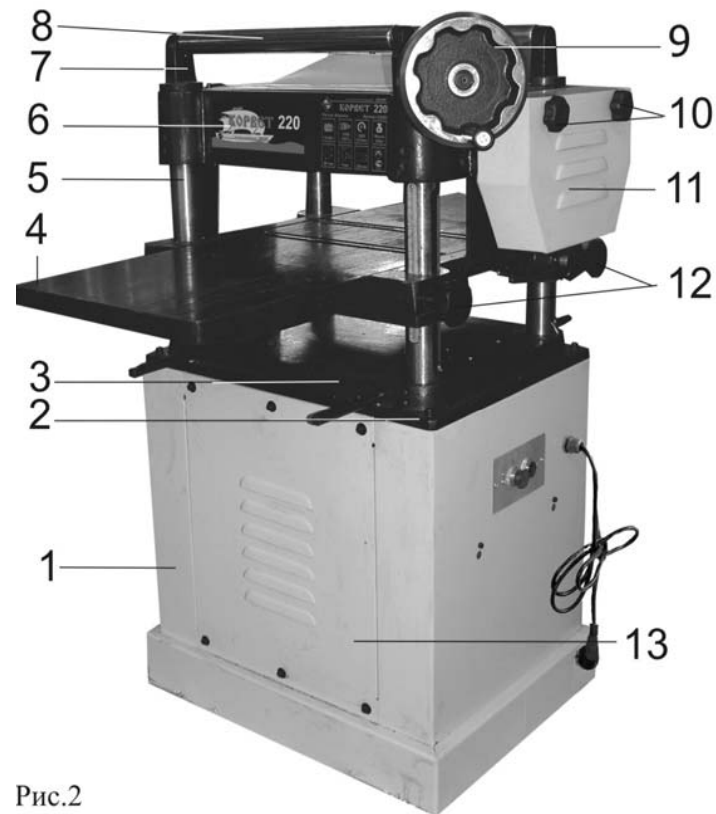

Рис.2
## 7. УСТРОЙСТВО СТАНКА (Рис. 2,3)
### 8.1. Установка станка (Рис.2)
8.2.5. Как показано на Рис.2, установите ручку (15) переключения скорости автоматической подачи заготовки.
10.1.2. Демонтируйте передний кожух (13), Рис.2, скрутите гайки (32) по винту (31) в крайнее нижнее положение. Гайками (33) произведите регулировку положения плиты (35) электродвигателя (34), тем самым перемещая нижний шкив (27) электродвигателя (34), который, в свою очередь, изменяет натяжение ремней передачи (29). Чрезмерное натяжение может привести к преждевременному износу подшипников и ремней передачи (29), а недостаточное натяжение - к их проскальзыванию на шкивах (27 и 30) при нагрузках. Гайками (32 и 33) зафиксируйте положение.